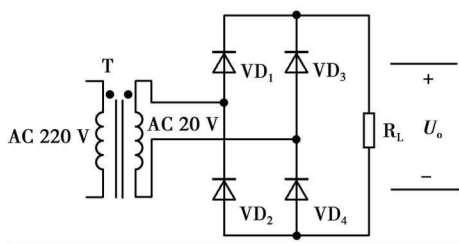

图 1-7
②当S开关闭合后,电路等效图如图1-7所示。
可以从图1-7看出该电路为一个桥式整流电路,所以此时电路的输出电压为: